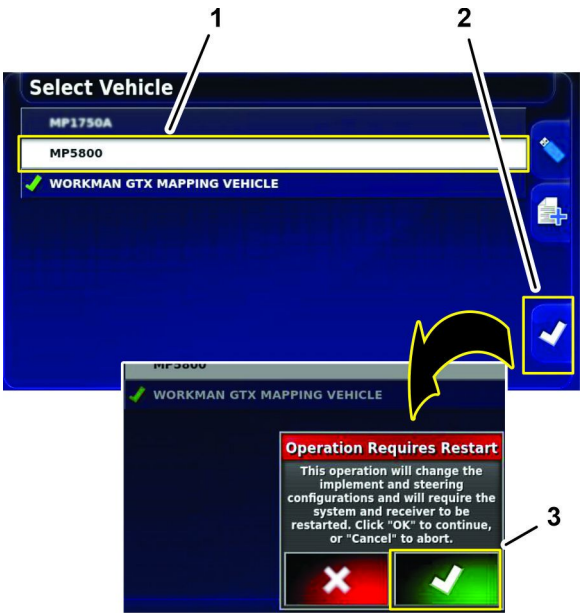

图 203
2. 按打药车车辆图标然后按“选择”图标 图 203。
3. 在操作需要重新启动对话框中按“确认”图标 图 203。